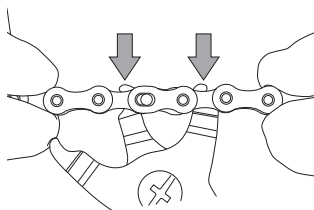

図8
- 1.8 mm 厚の歯を備えたリンク接続工具を、C-リンク™ 両隣のインナー・リンクに差し込みます(図8)。